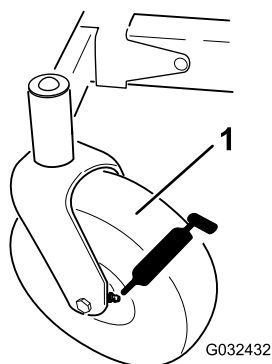

Figure 37
3. Nettoyez les graisseurs (Figure 37) avec un chiffon.
4. Raccordez une pompe à graisse à chaque graisseur (Figure 37).